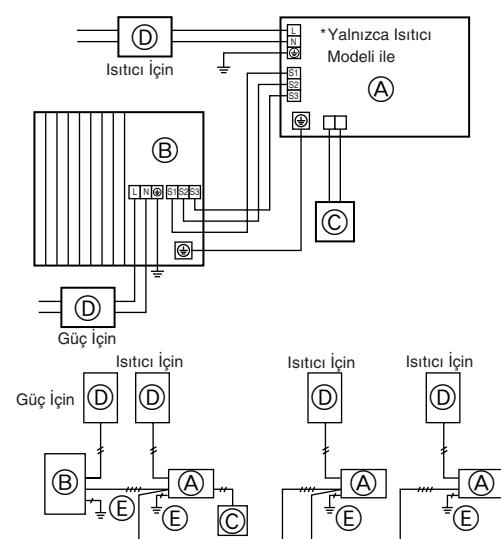

Fig. 6-1
6.1. Dış ünite (Fig. 6-1, Fig. 6-2)
- ① Servis panelini söküp.
- ② Fig. 6-1 ve Fig. 6-2'ye bakarak kabloları bağlayın.